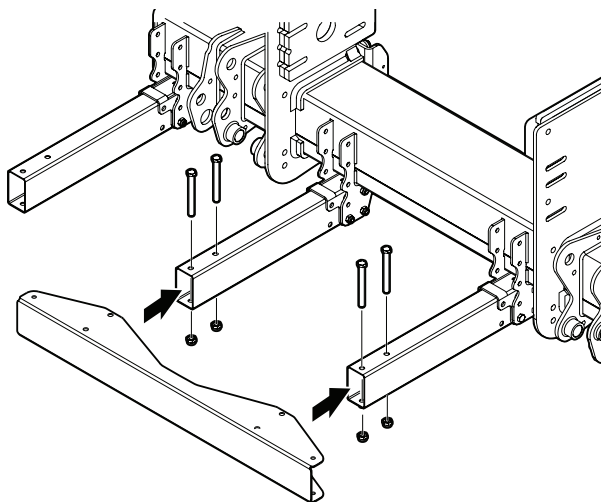

Bild 53. Montering av inre plåtprofil
2. Montera den mittre plåtprofilen med 4 skruvar M12x110 på konsolerna. Se Bild 53.